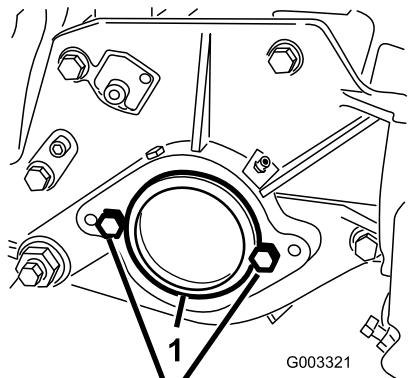

Figure 7
3. A l'extrême droite du plateau de coupe, retirez l'obturateur en plastique du logement de roulements (Figure 7).
4. Enlevez les 2 boulons de la plaque latérale droite (Figure 7).
2. Boulons (2)
6. Placez les 2 boulons de fixation du moteur de cylindre sur la plaque latérale gauche du plateau de coupe sans les serrer (Figure 7).